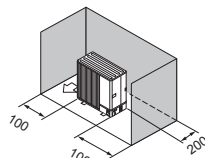

Fig. 2-11
- (3) Obstrucții sau suprafețe închise numai în spate și în lateral (Fig. 2-11)